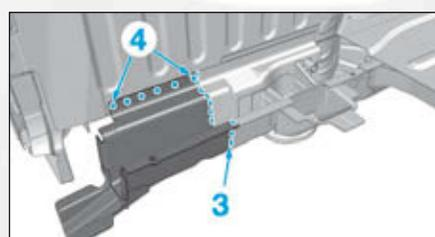

FIG.251
- par cordons MAG en (3), puis meuler les points de soudure (Fig.251),
- par points bouchons MAG en (4), puis meuler les points de soudure.